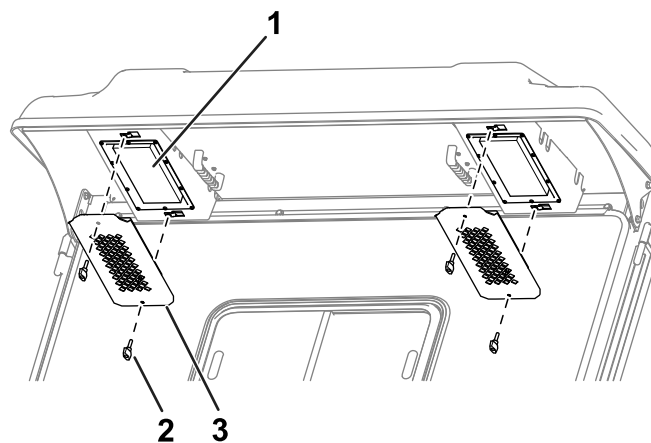

Figure 88
1. Enlevez les boutons et les grilles de l'avancée arrière de la cabine (**Figure 88**).
- Utilisez les boutons et les grilles pour reposer les filtres dans la cabine (Figure 88).